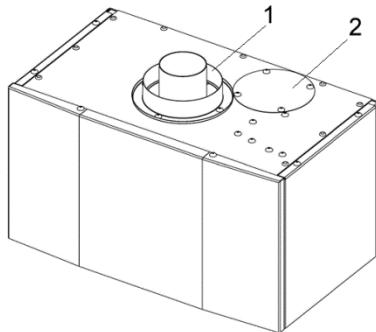

Рис. 11. Коаксиальный фланец.
- снять штатный фланец подключения коаксиального дымохода Ø100 мм (поз. 1 рис. 11), открутив 4 винта самонарезающих (далее – самореза);
- снять заглушку притока (поз. 2 рис. 11), открутив 4 самореза;